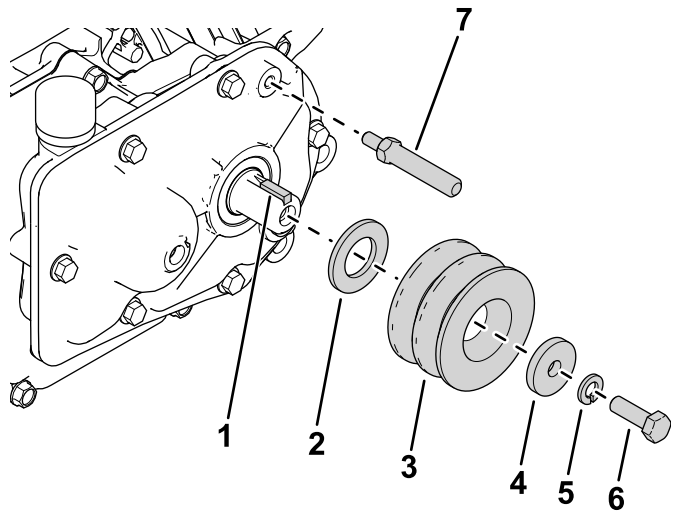

図 2
2. 出力シャフトに四角キーを取り付ける 図 2。
3. 図 2 のように、新しいワッシャ (M20)、駆動プーリ、ワッシャ (5/16")、ロックワッシャ、ボルト (5/16 x 1") を取り付ける。
4. ギアボックスに走行ピボットシャフトを取り付ける 図 2。